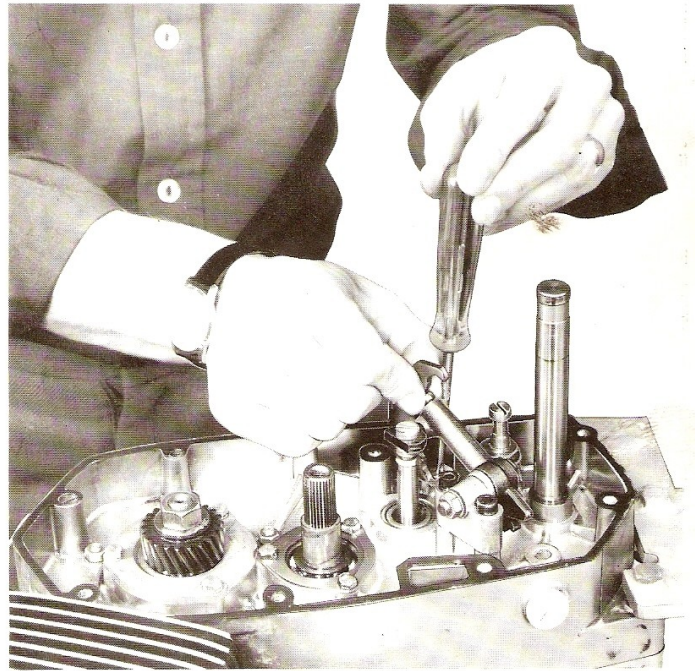

Figure 21
- Engager le ressort dans le canon du rochet, placer la bille \varnothing 8 mm, la maintenir avec les doigts et bloquer les deux vis de fixation de la rampe. Centrer correctement la bille sur la rampe. Au besoin, desserrer les deux vis de fixation du rochet de commande pour en modifier la position (figure 21).